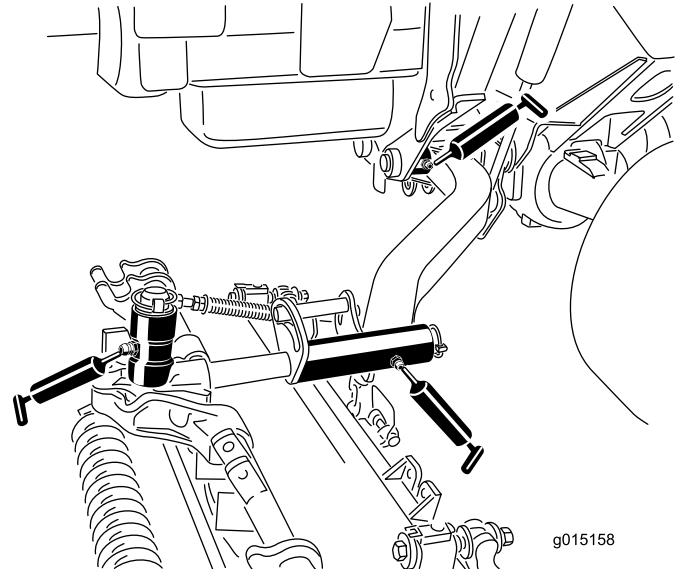

Figura 51
- Casquillos de pivote de los brazos de elevación (1 por unidad de corte) (Figura 51)
- Bastidor de tiro de la unidad de corte (2 por unidad de corte) (Figura 51)
- Pivotes de los brazos de elevación de las unidades de corte (1 por unidad de corte) (Figura 51).